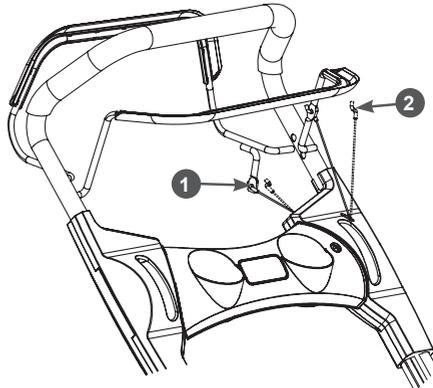

Рис. 7. Установка рычагов и тросов
5. Вставьте Z-образные наконечники тросов остановки двигателя и включения хода в отверстия в соответствующих рычагах с внутренней стороны рычагов (рычаг включения хода (чёрного цвета), рычаг остановки двигателя (жёлтого цвета)) (Рис. 7). Оболочки указанных тросов закреплены на верхней части рукоятки, верхний трос –
трос остановки двигателя, нижний трос – трос включения привода хода (Рис. 7). После этого, вставьте рычаги включения привода хода (чёрного цвета) и остановки двигателя (жёлтого цвета) в соответствующие отверстия на рабочей рукоятке (Рис. 7).